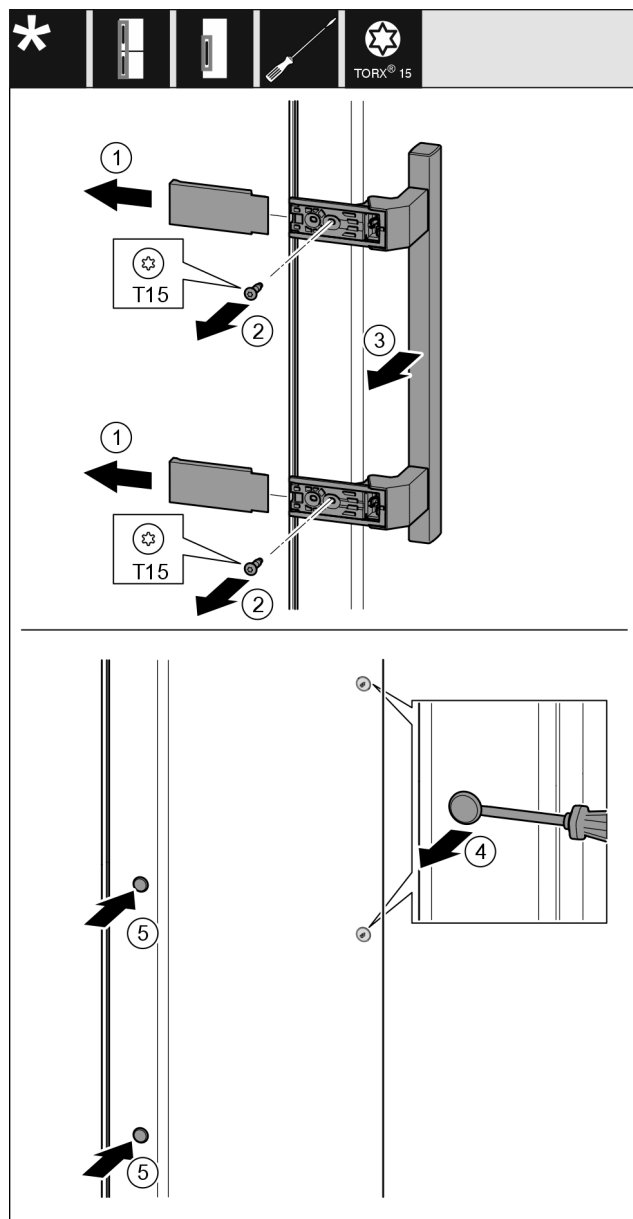

Fig. 27
- ▶ Stáhněte kryt Fig. 27 (1).
- ▶ Šroubovákem vyšroubujte šrouby Fig. 27 (2).
- ▶ Sejměte madlo Fig. 27 (3).
- ▶ Postranní zátku Fig. 27 (4) opatrně plochým šroubovákem nadzvedněte a vytáhněte.
- ▶ Zátku Fig. 27 (5) opět vložte na druhé straně.